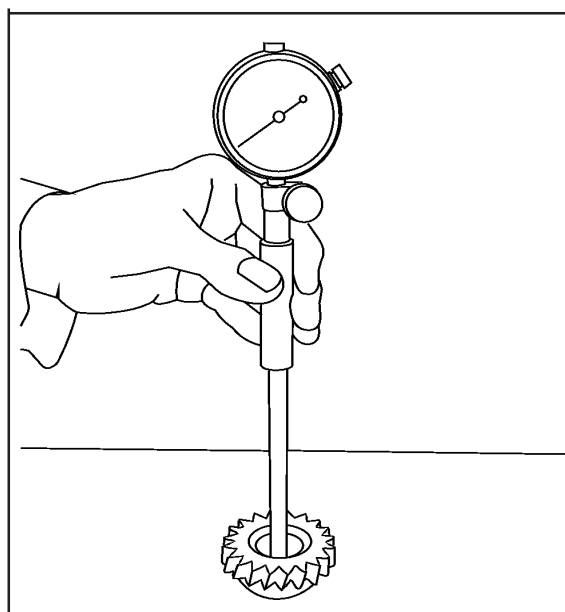

FIG 8
7. Verifique o diâmetro interno da engrenagem intermediária com o medidor de diâmetro interno, veja Especificações Técnicas, **Fig. 8**